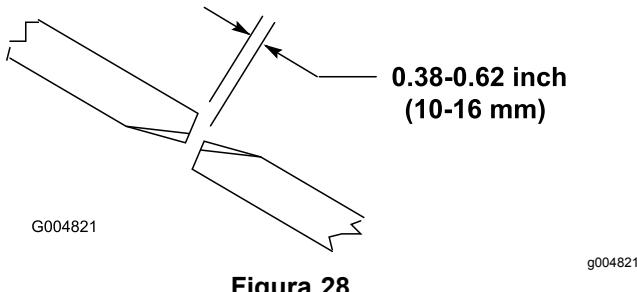

Figura 28
Per garantire il funzionamento ottimale dell'apparato di taglio occorre una luce di 10-16 mm tra la punta delle lame degli apparati di taglio laterali e quelle dell'apparato centrale (Figura 28).
- Ruotate una lama centrale ed una laterale adiacente in modo che le punte delle loro lame siano allineate. Misurate la distanza tra le punte delle lame, che deve essere di 10-16 mm circa (Figura 28).